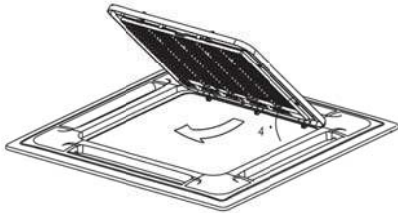

Fig. 5-10
- b. Levante la rejilla hacia un ángulo de aproximadamente 45° y retírela. (fig. 5-10)
(2) Retire las cubiertas de instalación en las cuatro esquinas.